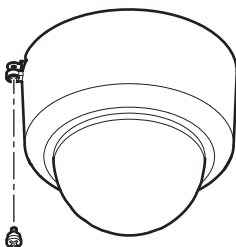

Figura 4. Removendo o parafuso de fixação da tampa superior
- a. Solte o parafuso de fixação da tampa superior (consulte Figura 4).